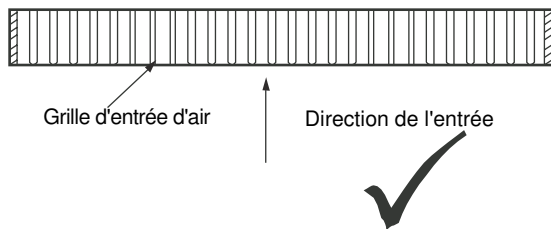

Figure 3.11
1) Veillez à ce que l'angle de la grille d'aération soit parallèle à la direction de l'entrée d'air lorsque vous fabriquez le panneau d'entrée d'air du caisson de reprise. Voir la figure 3.11.